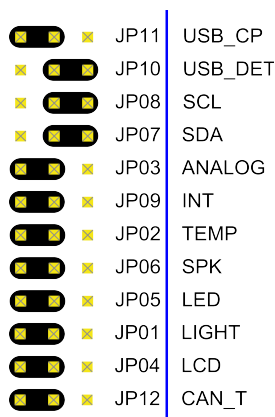

Figura 14: Posizione dei Jumper per l'esecuzione del Test Software.
- Posizionare i Jumper come riportato in Figura 14.